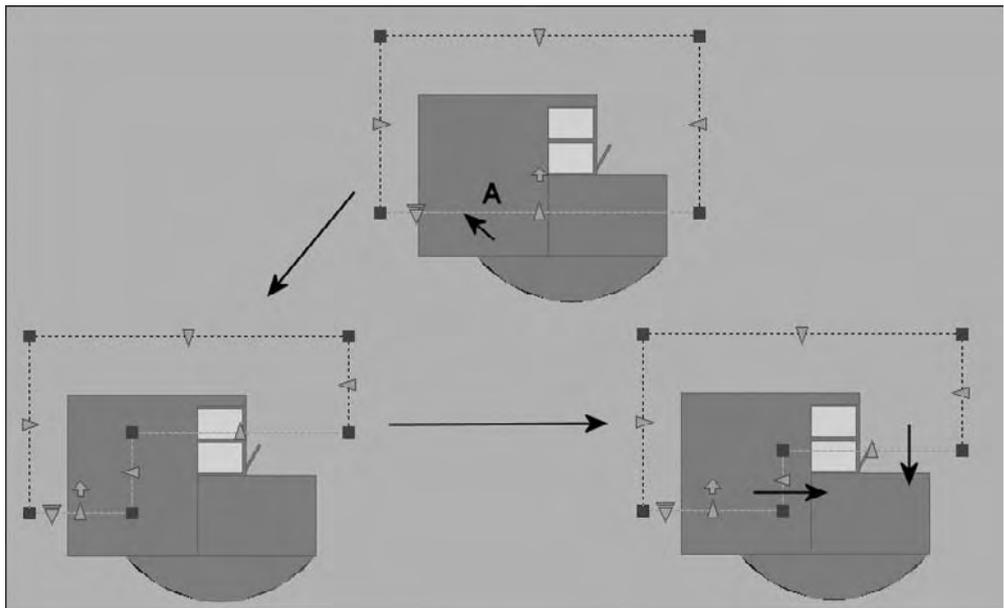

Fig.8.10
- 3 Cliquez sur un point (A) de la ligne de coupe. Un nouveau segment est créé perpendiculairement au segment sélectionné et dans la direction de la poignée de direction.
- 4 Utilisez les poignées et les points pour réajuster éventuellement la ligne de coupe (fig.8.10).